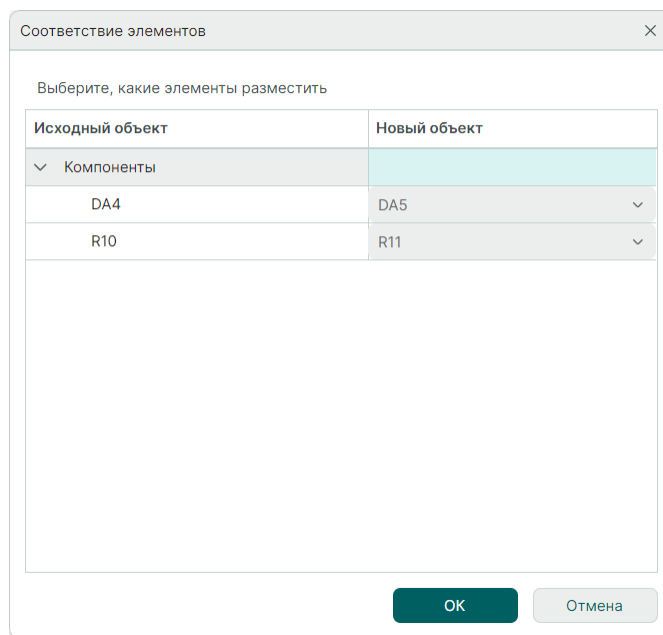

Рис. 423 Выбор компонента, соответствующего копии посадочного места
4. Выберите в окне «Соответствие элементов» компонент, которому будет соответствовать размещаемая копия посадочного места компонента, и нажмите кнопку «ОК», см. Рис. 423. При одновременном копировании нескольких посадочных мест соответствие должно быть установлено для каждого из них.